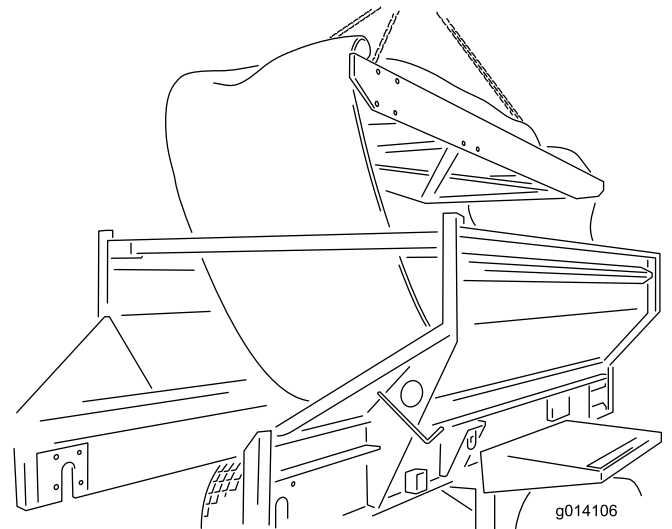

図 49
24. カートリッジは機体の真上から吊り上げて外す。外したカートリッジを床に降ろす (図 49)。